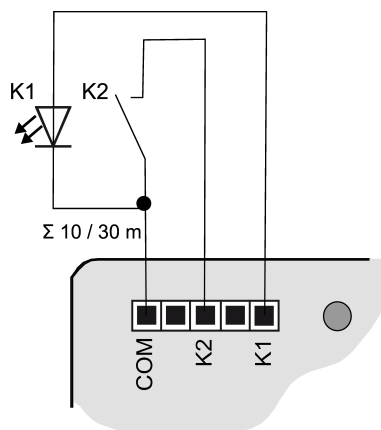
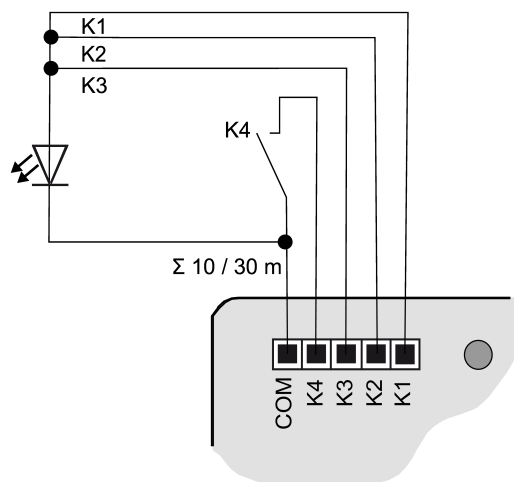

Bild 3: Anschlussbeispiel Tasterschnittstelle 2fach
Bild 6: Anschlussbeispiel mit parallelgeschalteten Ausgängen
- Taster, Schalter, Kontakte, LED oder NTC gemäß Anschlussbeispiele mit beigelegten Anschlussleitungen (4) anschließen (siehe Bild 3) bis (siehe Bild 6). Die Anschlussbeispiele zeigen die Verwendung mit Eingängen und Ausgängen.
- i** Zur Erhöhung des Ausgangsstroms können Ausgänge bei gleicher Parametrierung auch parallel geschaltet werden, im Beispiel (siehe Bild 6) K1-K3 sind hier parallel geschaltet.